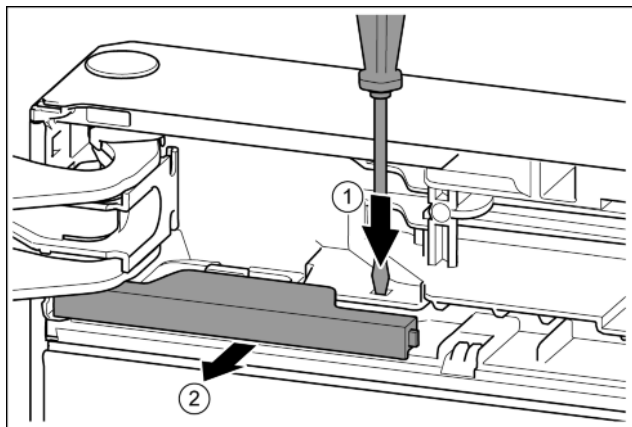

Fig. 10
- ▶ Con un cacciavite spingere la linguetta. Fig. 10 (1)
- ▶ Estrarre la copertura dal bloccaggio. Fig. 10 (2)